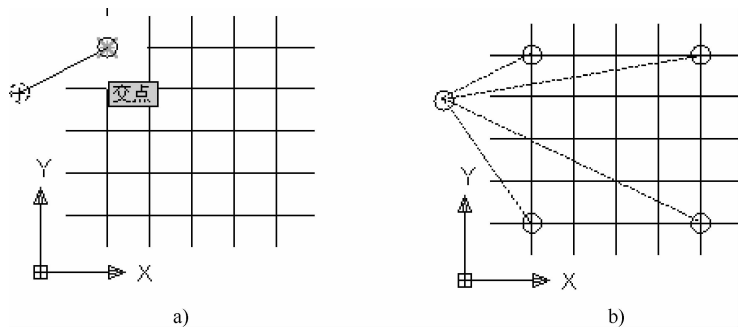

图 6-7 【复制】命令应用示例
(2) 【重复 (M)】：默认方式为单个复制。输入 M 后按〈Enter〉键可以对所选目标进行多次复制，如图 6-7 所示。